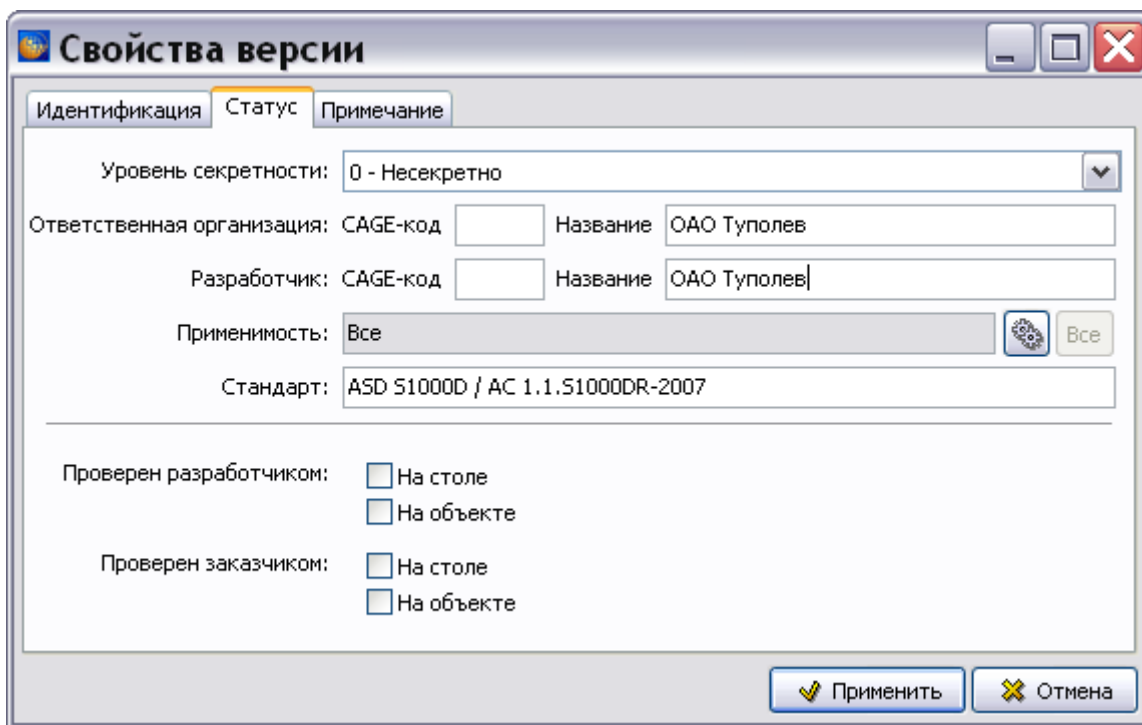

Рис. 22.47
3. В окне **Свойства версии** перейдите на вкладку **Статус**, в которой свойство **Применяемость** заполнено по умолчанию записью «Все» (Рис. 22.47).